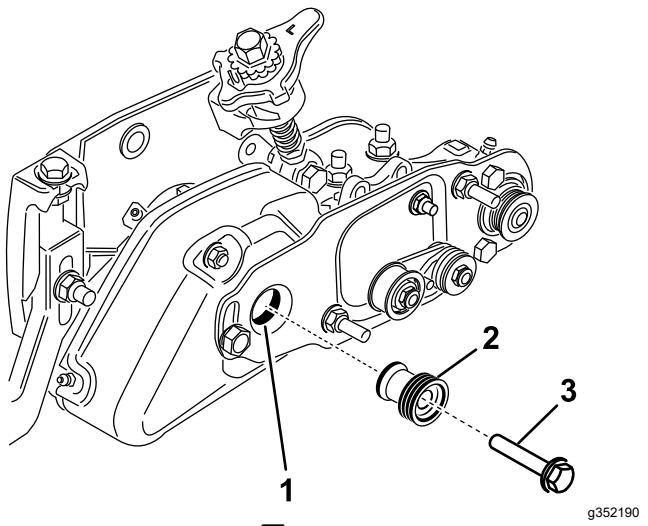

図 31
20. グルーマブーリーを駆動シャフトに固定しているボルトを取り外す図31。
21. ブラシ駆動ブーリーをグルーマ駆動ブーリーに差し込んで駆動シャフトに通す図31。ブーリーのタブが駆動シャフトのスロットにきっちりと嵌まるよう取り付けること。
22. フランジヘッドボルト3/8 x 2 inを使って駆動ブーリーをシャフトに固定する図31。ボルトを4754N·m(4.85.5kg.m = 3540ft-lb)にトルク締めする。